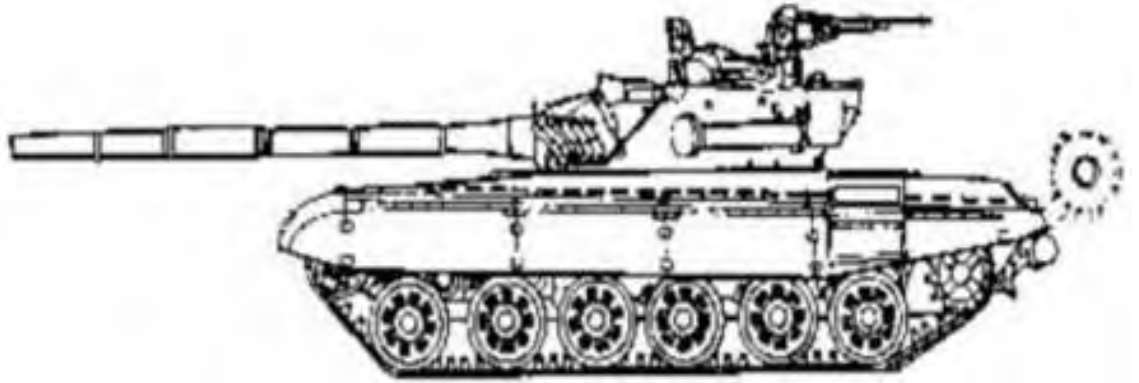
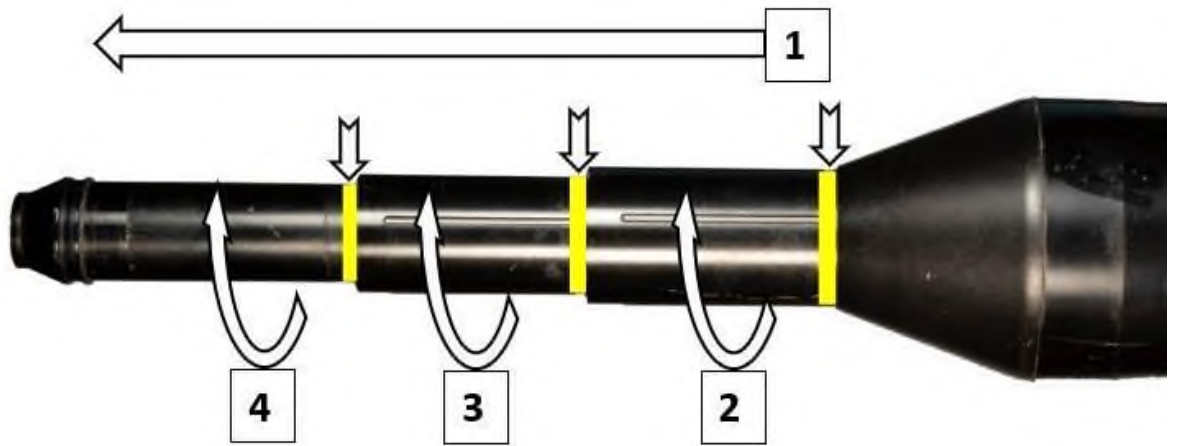

Рисунок 5.5 – Основний бойовий танк
Рисунок 5.6 – Стріжень назовні
- 1) у випадку типової цілі танк (рисунок 5.5) – стрижень назовні – потягнути і крутити, поки не з'являться 3 жовті кільця (рисунок 5.6);